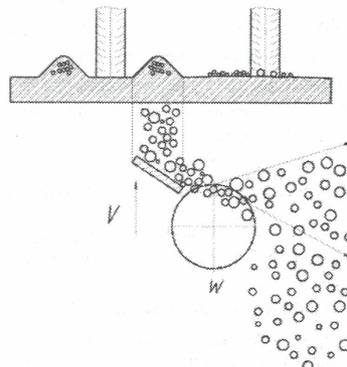

Рис. 6.2. Технологическая схема выкапывания картофеля
6.2. Выкапывание клубней картофеля (рис.6.2), посаженных по гребневой технологии, производится с одного ряда следующим образом: плуг, двигаясь по полю подкапывает пассивным корпусом клубненосный гребень на глубину чуть больше глубины залегания нижних клубней, приподнимает пласт, частично разрушает и под определенным углом и скоростью, примерно равной скорости движения агрегата подает на ротор, вращающийся с определенной угловой скоростью и окружной скоростью планок. Пласт подвергается ударному воздействию планок ротора, которые отбрасывают клубни на поверхность поля в правую сторону от прохода агрегата полосой шириной 1,0...1,4 м.